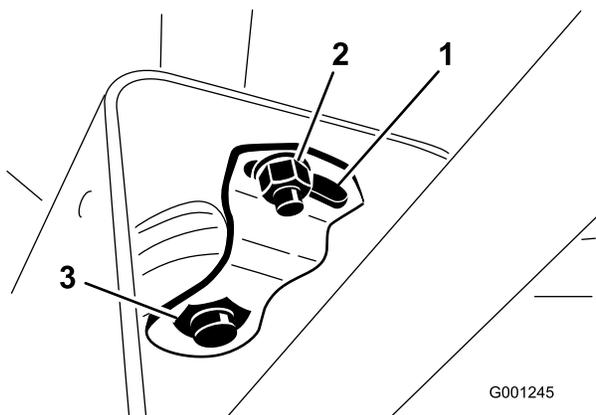

Figura 69
2. Faça deslizar a cobertura para cima, ao longo da coluna de direcção, de modo a expor o apoio da articulação (Figura 69).
3. Desaperte a porca pequena e rode o apoio da articulação até apertar a porca grande, em baixo (Figura 69).